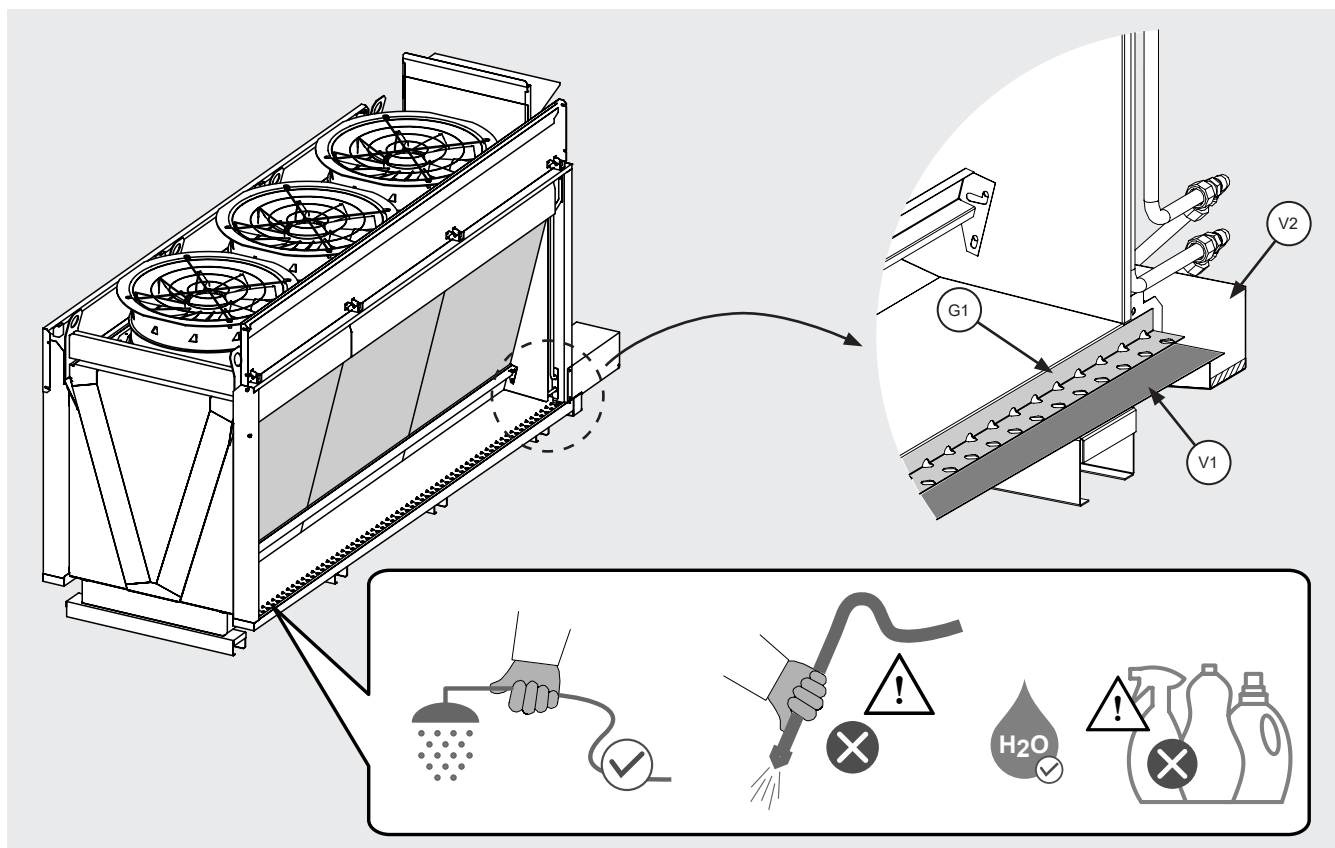

Figure 24
- 12.12.3 Le modèle est équipé de 2 réservoirs internes de collecte d'eau (V1) situés sous les deux rangées de panneaux latéraux adiabatiques. Voir la Figure 24.
- 12.13.7 Nettoyer à l'eau courante non pressurisée, en veillant à ne pas endommager les connexions électriques et les capteurs de niveau, voir Figure 2 et Figure 24. Ne pas utiliser d'eau sous pression et/ou de substances nettoyantes ou agressives.